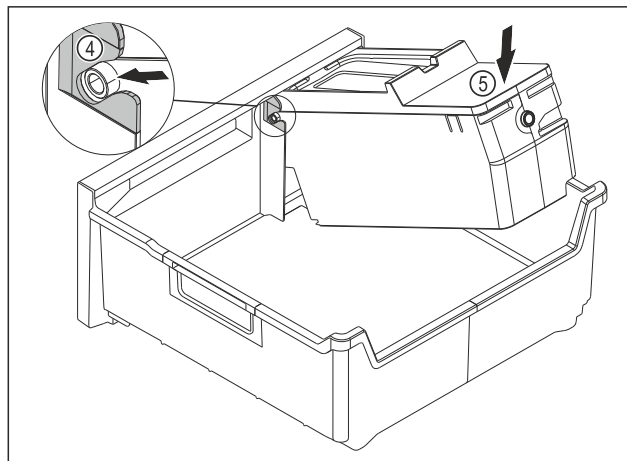

Fig. 148
- EasyTwist-Ice-Korpus montieren: Achsen des EasyTwist-Ice-Korpus in die Führungen Fig. 148 (4) einschieben.
- EasyTwist-Ice-Korpus Fig. 148 (5) hinten nach unten drücken.